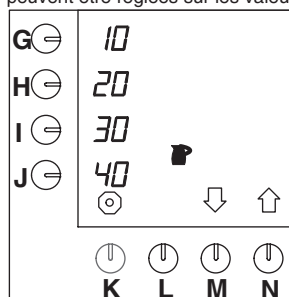

Fig. 27 Réglage des touches de présélection pour les pichets.
- Appuyez sur la touche de sélection (N.)↑ jusqu'à ce que la fig.27 s'affiche sur l'écran de contrôle.